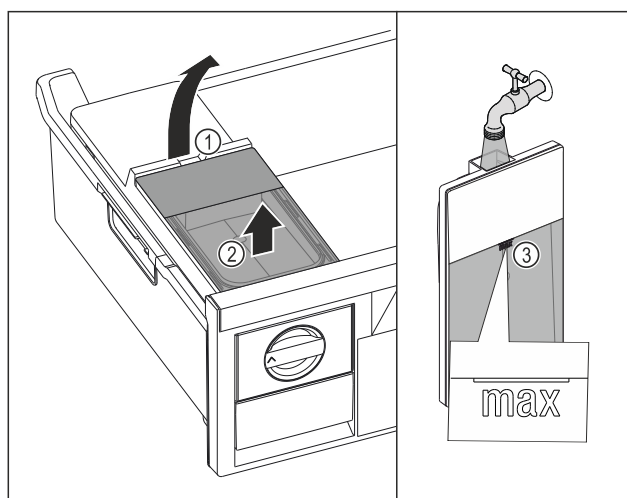

Fig. 121
- ▶ Lyft vattenbehållaren i fördjupningen Fig. 121 (1).
- ▶ Ta ut vattenbehållaren uppåt. Fig. 121 (2)
- ▶ Fyll vattenbehållaren med dricksvatten upp till markeringen Fig. 121 (3).